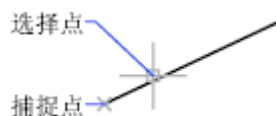

图 8-24 端点捕捉
- 【端点】捕捉到圆弧、直线、多段线线段、样条曲线最近的端点，如图 8-24 所示。